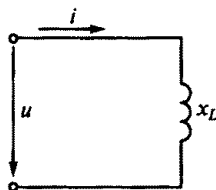

Рис. 66
3.3. Напряжение на зажимах цепи с индуктивным сопротивлением x_L (рис. 66) изменяется по закону $u = 220 \sin(314t + \pi/4)$. Каков закон изменения тока в цепи, если $x_L = 50$ Ом?